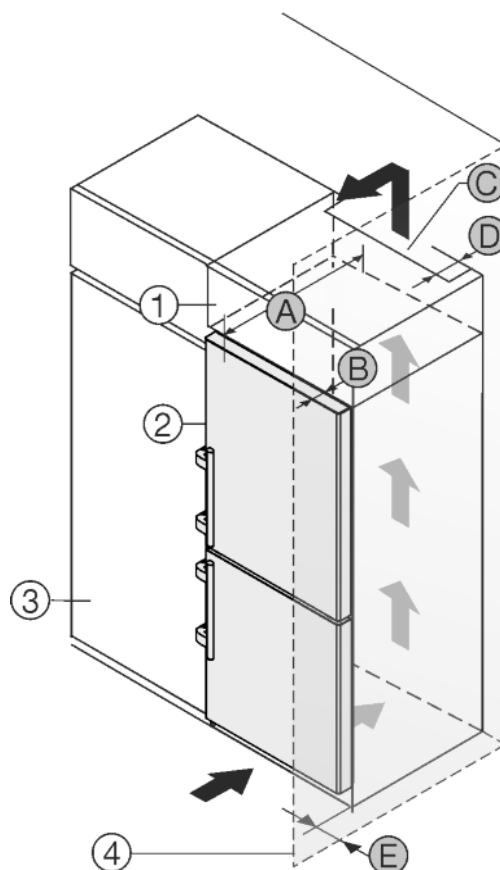

Fig. 13
Enheden kan bygges inn i kjøkkeninnredningens høyde, kan et innbyggings-skap *Fig. 13 (1)* monteres over enheten.
Enheden kan plasseres rett ved siden av kjøkkenskapet *Fig. 13 (3)*. For å kunne åpne dørene helt må enheten rage dybden *Fig. 13 (B)* lenger ut enn fronten på kjøkkenskapene. Avhengig av kjøkkenskapenes dybde og bruk av veggavstandsstykker kan enheten rage enda lengre ut.
- På baksiden av skapmodulen over enheten må det installeres en ventilasjonskanal med dybden *Fig. 13 (D)* over hele skapmodulens bredde.
- Ventilasjonstverrsnittet *Fig. 13 (C)* under taket i rommet må overholdes.
Hvis enheten plasseres med hengslene mot en vegg *Fig. 13 (4)*, må avstanden *Fig. 13 (E)* mellom enheten og vegg overholdes. Dette tilsvarer hvor mye håndtaket stikker ut når døren er åpen.